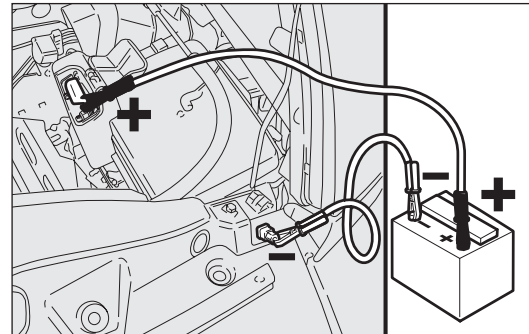

рис. 158
- вторым кабелем соедините отрицательный зажим (-) вспомогательного аккумулятора с точкой массы как показано на рис. 158;